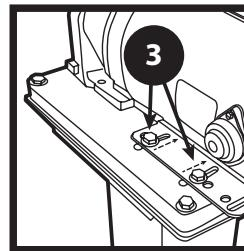

FIGURA 12
- Verifique la correcta alineación de la banda al girar la perilla de ajuste de alineación. (Figura 9, p. 36) Si la banda no se alinea mientras la máquina está en movimiento, puede deberse a que el perno que ejerce presión en la perilla de alineación (Figura 12) está suelto.